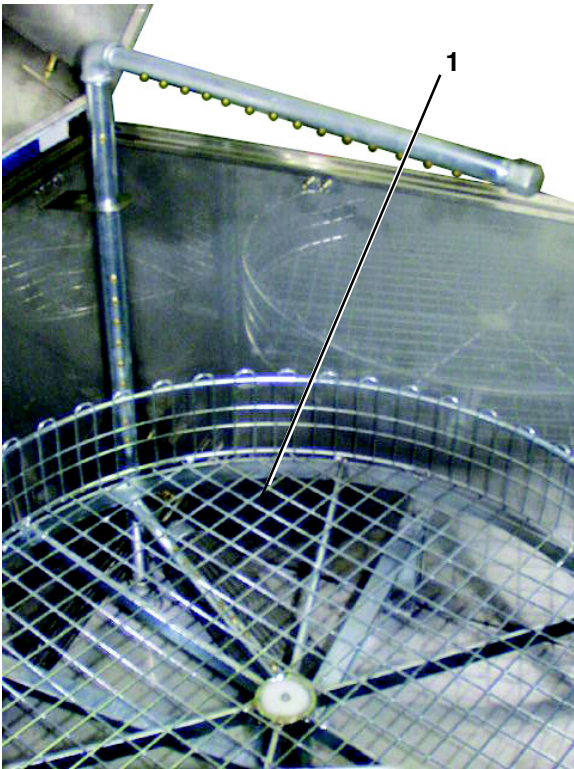

Fig. 20
- Qualora i pezzi sottoposti al lavaggio presentino dei punti non raggiunti completamente dal liquido di lavaggio, significa che i pezzi sono stati collocati nel cestello 1 (Fig. 20) troppo ravvicinati gli uni agli altri oppure che sono stati disposti erroneamente.
- If parts are poorly cleaned in some areas as they have not properly reached by the cleaning fluid, it means that parts are too close one to the other within the basket 1 (fig. 20) or incorrectly positioned.
- Weisen die gewaschenen Teile von der Waschlüssigkeit nicht erreichte Stellen auf, bedeutet dies, dass die Teile im Korb 1 (Abb. 20) untereinander zu nahe oder falsch angeordnet waren.
- Si les pièces soumises au lavage présentent des points non complètement atteints par le liquide de lavage, cela signifie qu'elles ont été positionnées trop près les unes des autres dans le panier ou qu'elles ont été mal disposées 1 (Fig. 20);
- Si en las piezas lavadas hay puntos que no han sido alcanzados completamente por el líquido de lavado, esto significa que las piezas han sido colocadas en el tambor 1 (Fig. 20) demasiado cerca unas con otras o que han sido posicionadas mal.
Durante la fase di estrazione dei pezzi lavati dal cestello 1 (Fig.20) l'Operatore deve usare guanti appropriati.
The operator should wear suitable gloves when removing the parts from the basket 1 (Fig. 20).
Beim Herausnehmen der gewaschenen Teile aus dem Korb 1 (Abb. 20) muss der Bediener der Arbeit angemessene Handschuhe tragen.
Durant la phase d'extraction des pièces lavées dans le panier 1 (Fig.20) l'opérateur doit utiliser des gants appropriés.
Durante la fase de extracción de las piezas lavadas del tambor 1 (Fig. 20) el operador debe usar los guantes adecuados.